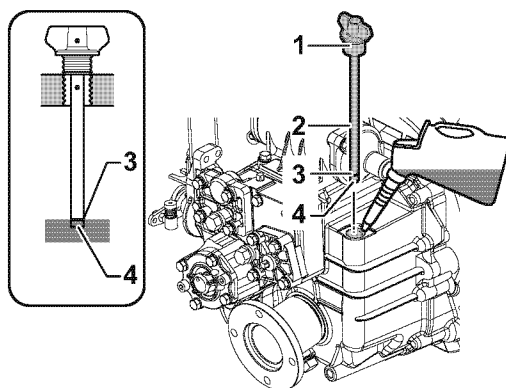

Figure 9
2. Enlevez le bouchon de remplissage (**Figure 9, (1)**) au sommet du boîtier.
3. Enlevez la jauge (**Figure 9, (2)**) et nettoyez-la avec un tissu propre.
4. Réinsérez la jauge sans la visser. Voir l'illustration (**Figure 9**).
5. Enlevez la jauge. Le niveau de l'huile doit être compris entre les lignes supérieure (**Figure 9, (3)**) et inférieure (**Figure 9, (4)**) de la jauge.
3. Remplissez avec de l'huile jusqu'à la limite supérieure sur la jauge (**Figure 9, (3)**). Voir *Spécifications de l'huile pour engrenage marin* à la page 44.